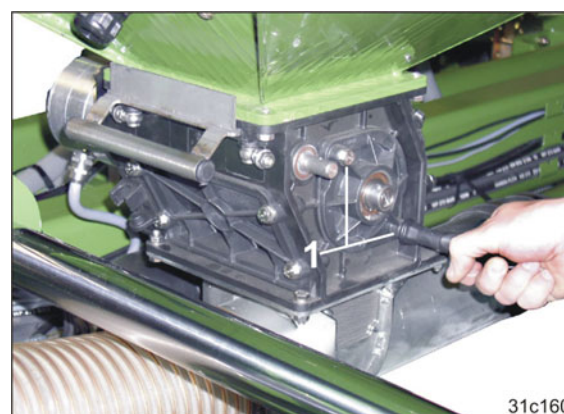

Fig. 181
2. Løsn de to skruer (Fig. 181/1).